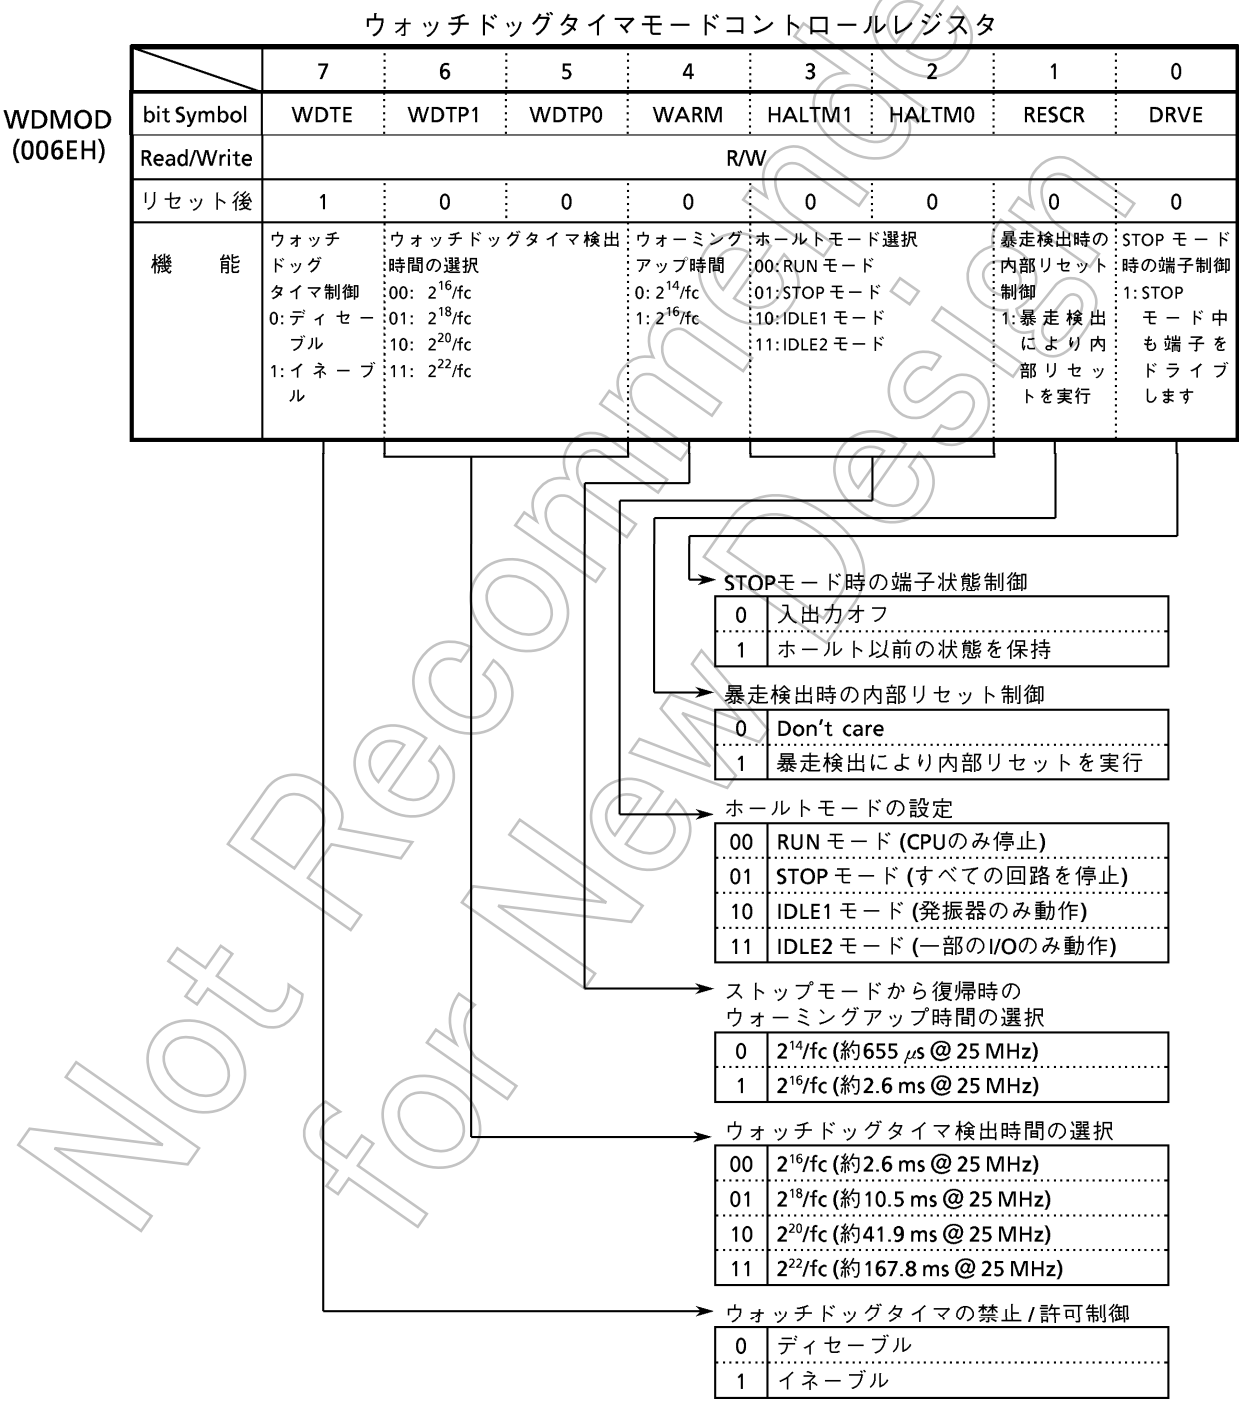

図3.4 (1) ウォッチドッグタイマモードコントロールレジスタ
(1) ホールトモード
TMP95CS64/265は、HALT命令を実行すると、ウォッチドッグタイマモードレジスタWDMOD<HALTM1,0>の設定により、RUN、IDLE2、IDLE1、STOPのいずれかのホールトモードになります。図3.4 (1) に、ウォッチドッグタイマモードレジスタを示します。